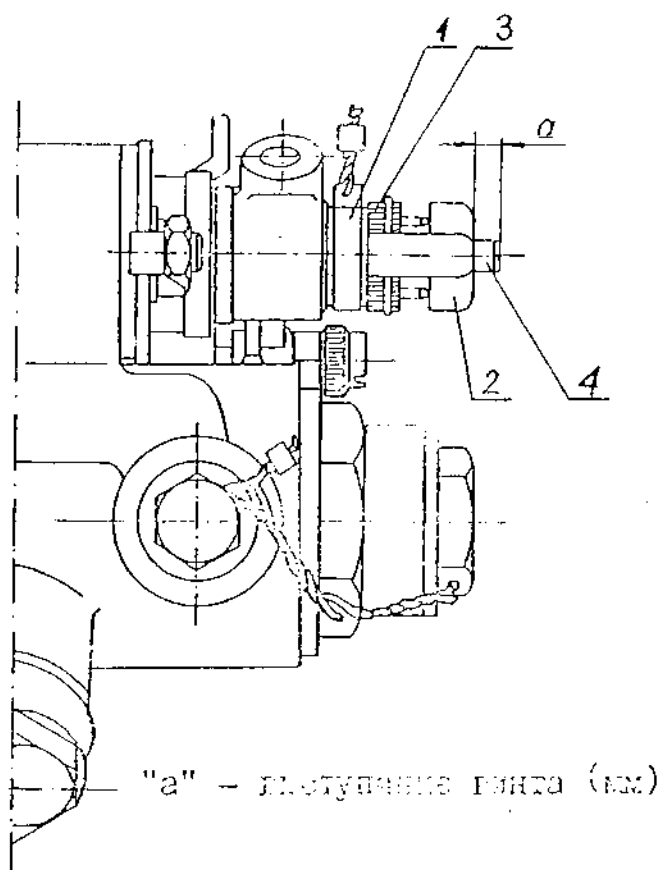

Рис. 9.2. Схема регулировочного винта агрегата PO-40TA.
5.5. Методика выполнения регулировки винтом агрегата Р0-40ТА (рис. 9.2.).